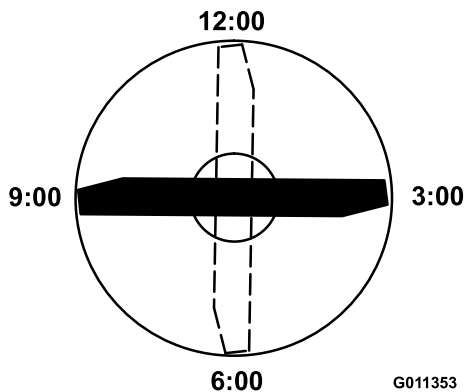

図 70
3. ブレードの印の付いているほうの端部を12時の位置車両進行方向に向け、作業台の表面からブレードの切っ先までの高さを測定する **図 70**。
4. 印の付いている端部を3時の位置と9時の位置に向けてそれぞれ高さを測定する 図 70。